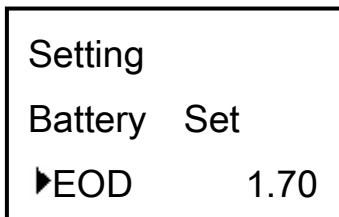

Fig.31 : battery setting
- Configuración de batería ver fig. 31 ~ fig. 34